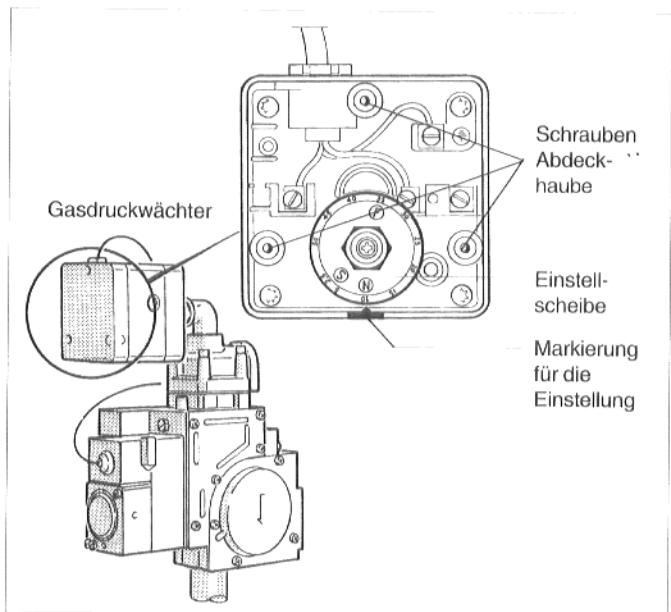

Abb. 32: "Honeywell" VR 4905, Gasdruckwächter
- ⊛ Abdeckhaube des Gasdruckwächters durch Lösen der drei Schrauben entfernen (Abb. 32).
N = Erdgas, F = Flüssiggas (Abb. 32).